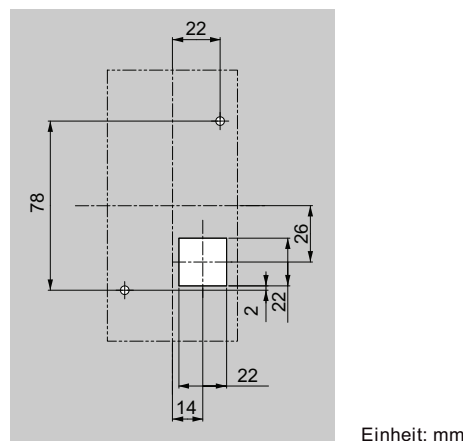

Abbildung 2.12 Abmessungen des Schrank-Ausschnittes (Externe/Frontmontage)
1. Für das digitale Bedienteil ist eine Öffnung in den Schaltschrank zu schneiden, wie in **Abbildung 2.12** gezeigt.